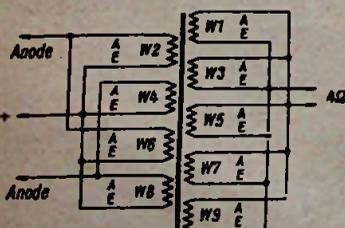

Bild 4. Die Zusammenschaltung des fertig gewickelten Ausgangsübertragers
- Die Wicklungen werden nach Bild 4 zusammenschaltet